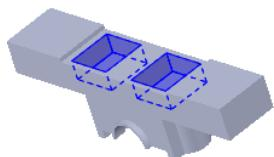
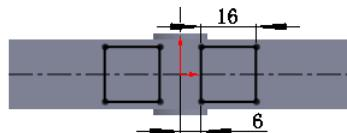

图 5.39.16 切除-拉伸 3
图 5.39.17 横断面草图 (八)
Step9. 创建图 5.39.16 所示的特征切除-拉伸 3。横断面草图如图 5.39.17 所示。